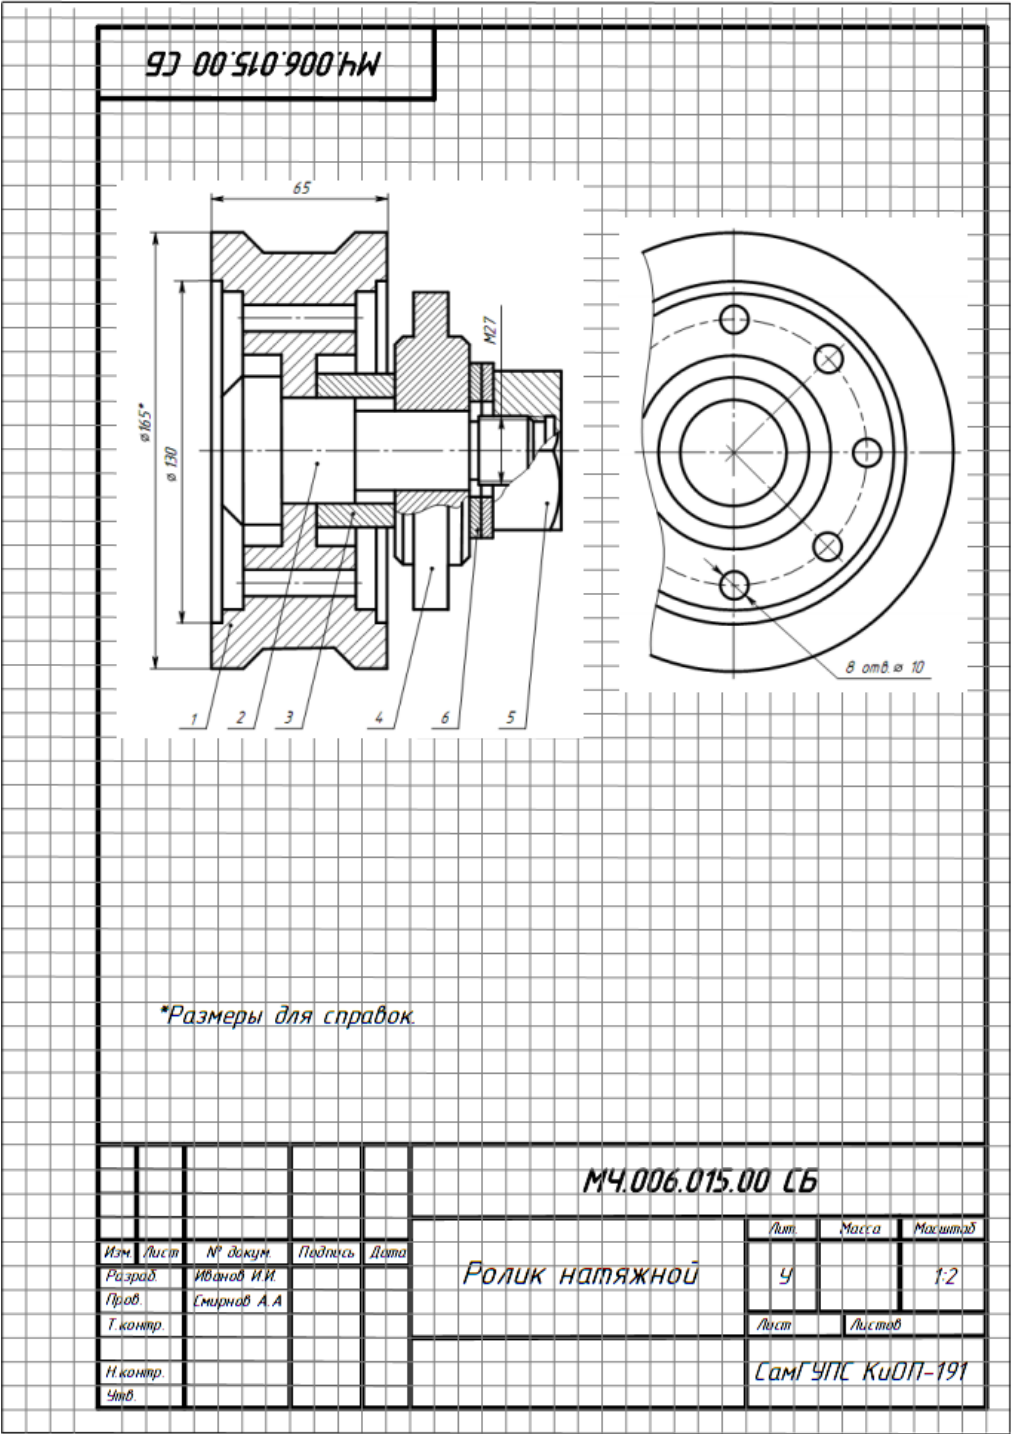

Рисунок 1 Образец выполнения задания №18
- 1. Внимательно изучить образец выполнения задания (рис.1)